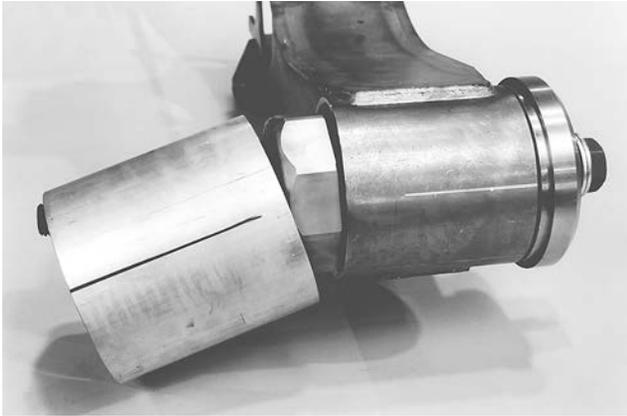

Figura 41: Continúe apretando el tornillo hexagonal después de que el tubo de transición se caiga
13. Continúe apretando hasta que el tornillo hexagonal casi pare de girar. El tubo de transición caerá antes de que el buje quede completamente asentado en el tubo del buje y el tornillo hexagonal deje de girar (Figura 41).